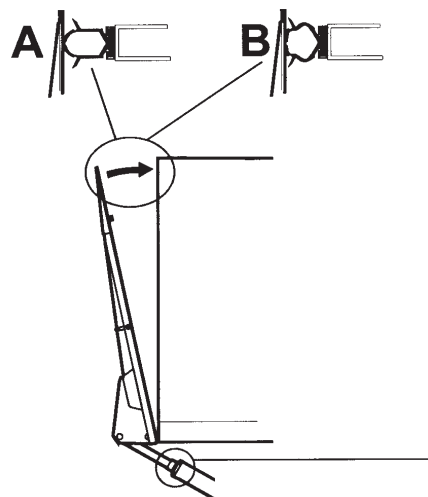

Bild 38. Justering av anliggning mot påbyggnad
1. Stäng bryggan mot skåp, se Bild 38.